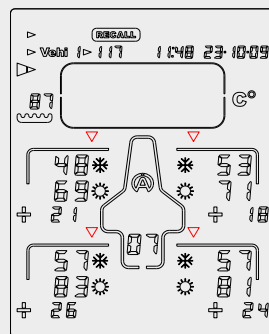

Figura 13
- 7) Premendo ancora il tasto  o  Tyrecontrol mostra l'ultima parte di dati, cioè le temperature interne dei pneumatici, prima  e dopo  l'uscita + gli scarti (figura 13).